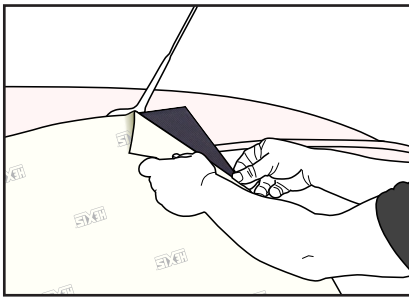

Figure 09
- › Débuter le retrait du liner papier du complexe, à partir du centre haut du complexe comme illustré sur la figure ci-contre. (FIG. 09)